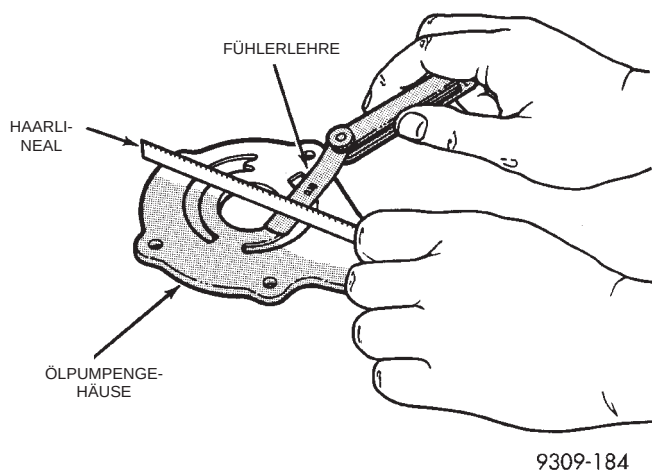

Abb. 93 Ölpumpengehäuse auf Planheit prüfen
(1) Alle Teile gründlich reinigen. Die Paßfläche des Ölpumpengehäuses muß plan und glatt sein. Weist das Gehäuse Kratzer oder Riefen auf, so muß es ausgetauscht werden.
(2) Ein Haarlineal quer über die Auflagefläche des Ölpumpengehäuses legen (Abb. 93). Läßt sich ein 0,025 mm (0,001 Zoll) starkes Fühlerlehrenblatt zwischen Gehäuse und Haarlineal einführen, so muß das Gehäuse ausgetauscht werden.